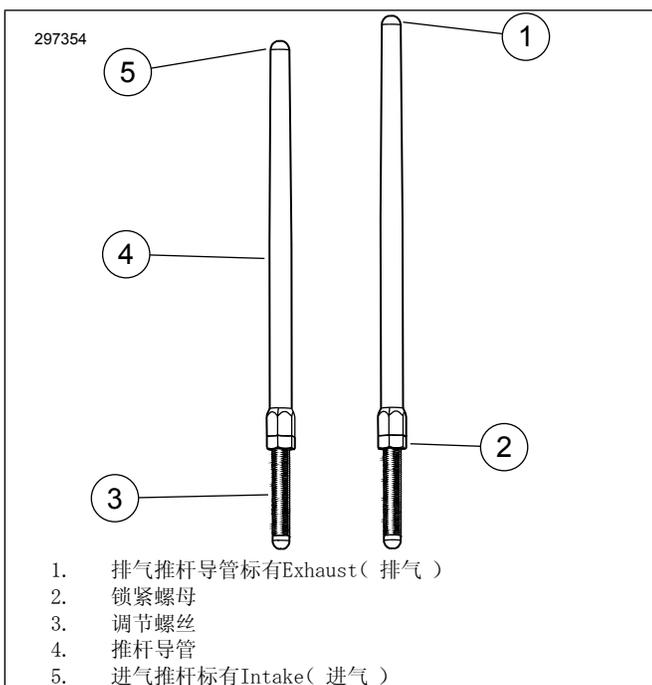

图1。可调推杆
6. 参见图1。松开所有推杆上的锁紧螺母，然后将它们调节到最短长度。